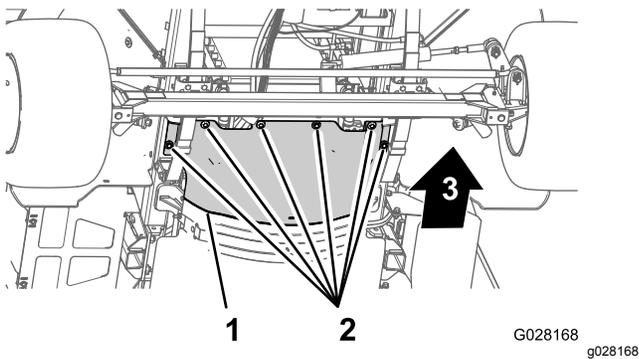

Figura 56
3. Retire los 6 pernos de cabeza hexagonal y las 6 arandelas que sujetan el protector térmico delantero al chasis, y retire el protector (Figura 56).